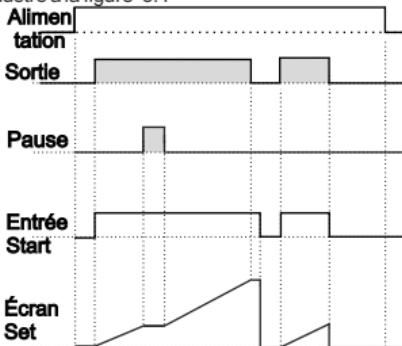

Figure 3.3
3.2.1 Si le comptage est **Decr** = 0 et que **outF** est **on**, le schéma de commande sera celui illustré à la figure 3.3